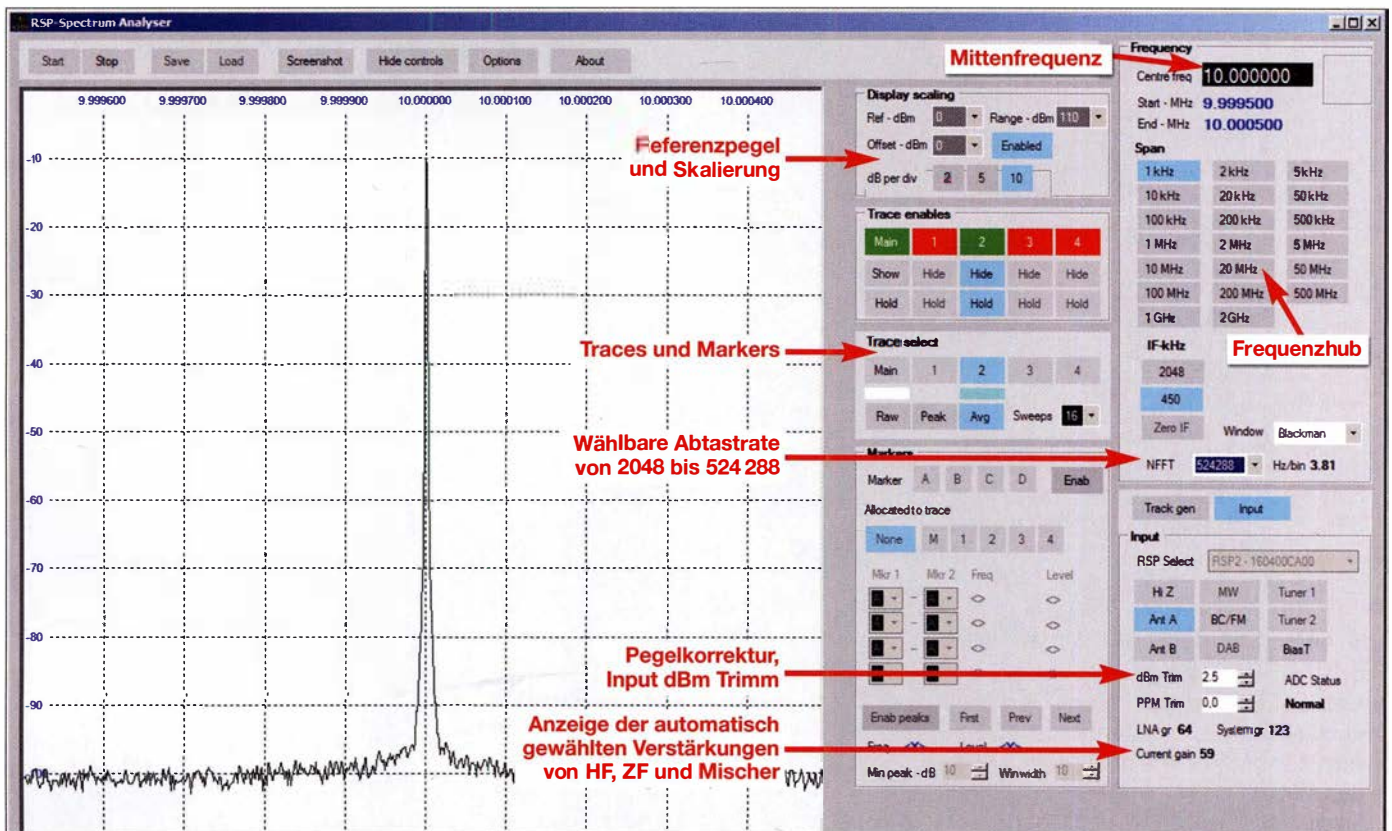

Bild 1: Der Spektrumanalysator mit einem SDRplay RSP2 präsentiert sich mit 90 dB Dynamikumfang.
Nach Download der Software und Installation auf einem PC oder Notebook – bei mir unter Windows 7 Professional – erscheinen auf dem PC-Display das Icon *RPS-Spectrum Analyser* und zusätzlich eine PDF-Datei mit der Betriebsanleitung. Beim Start des Programms öffnet sich das Schirmbild des Analysators (Bild 1) und nach Druck auf die *Start*-Taste beginnt
dieser mit seinen Messungen. Zur Prüfung seiner Eigenschaften habe ich zunächst ein 10-MHz-Signal mit -10 dBm Pegel an den Eingang (A) des RSP2 gelegt, die Mittenfrequenz (*Center Frequency*) auf 10 MHz eingestellt und den Frequenzhub (*Frequency Span*) auf 1 kHz, d. h. 100 Hz pro Teilstrich. Bild 1 zeigt das daraus resultierende Spektrum über einen erstaunlich großen Dynamikbereich von 90 dB!
Die Abtastrate (N_{FFT}) ist in Stufen von 2048 bis 524 288 wählbar, standardmäßig beträgt sie 16 348. Eine hohe Abtastrate wie in Bild 1 und 2 reduziert das Grundrauschen des Analysators. Dieser wählt seine